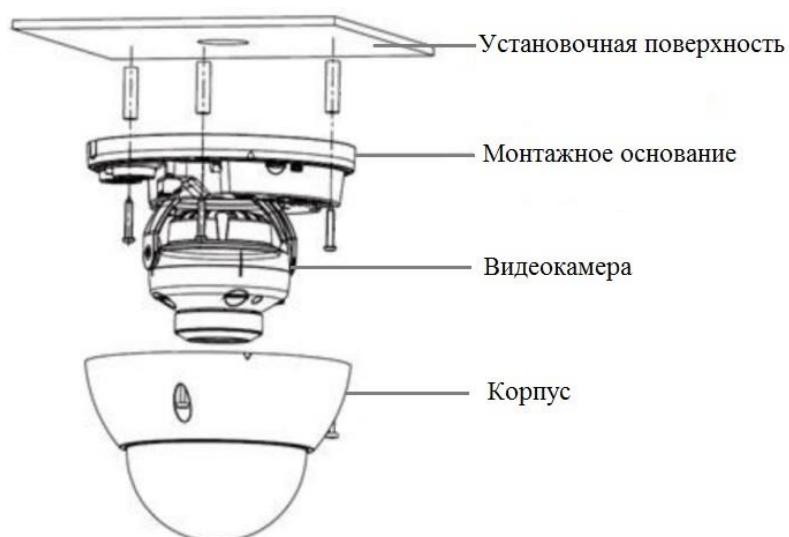

Рисунок 7.4
7.6 Прикрепите монтажное основание видеокамеры к установочной поверхности (рис.7.4).